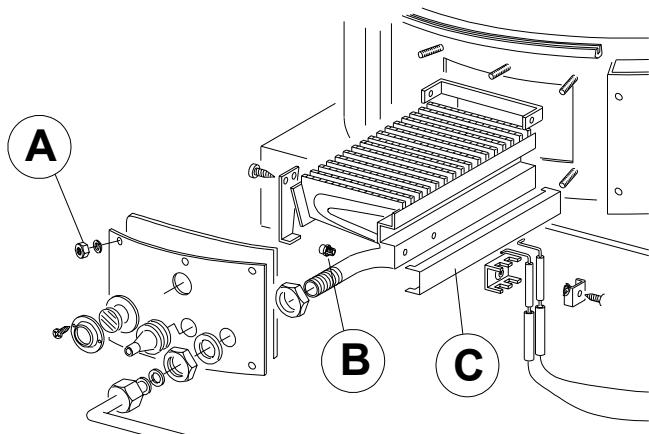

fig. 2.6/4
6. Excludeti regulatorul de presiune al valvei de gaze, insuruband pana la fund surubul RP din fig. 2.6/2
7. Puneti in functiune generatorul si verificati ca presiunea la arzator sa fie circa 28 mbar (folositi priza de presiune B din fig. 2.6/2).